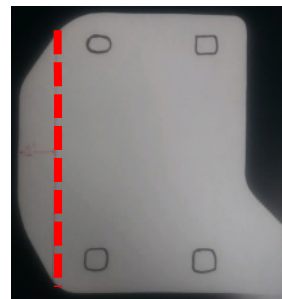
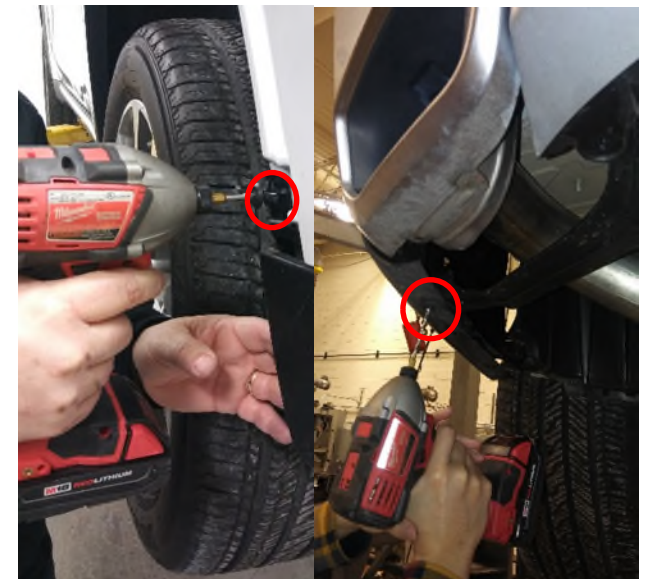

Figure 4
Figure 2
3. **Enlever le carénage de pare-chocs arrière.** (A) Tirer avec soin le moulage de passage de roue vers l'arrière à l'aide d'un écarteur en plastique afin de repérer le rivet en plastique (1 de chaque côté). (B) Utiliser la perceuse pour retirer 2 rivets en plastique (chaque côté) de la moulure de passage de roue en plastique et du carénage (voir Figure 2). Les rivets ne peuvent pas être réutilisés. Des rivets de rechange sont fournis. Pour retirer le rivet, insérer un petit pointeau ou un foret dans le centre pour enfoncer le rivet. (C) Utiliser une douille 8 mm pour retirer seize (16) vis dans le bas du carénage, huit (8) de chaque côté. Cela aura pour effet de dégager 3 pièces de garniture en plastique, les mettre de côté pour plus tard. (D) Retirer 4 rivets poussoirs dans la zone supérieure du carénage (située sous le hayon, voir la Figure 3). On peut alors dégager deux pièces de garniture. (E) Enlever les réflecteurs à l'aide d'écarteurs en plastique. (F) Commencer par retirer le carénage avec soin à l'aide d'écarteurs en plastique. Détacher le câblage électrique côté passager et enlever le carénage.
4. **Abaisser l'échappement et débrancher le câblage du capteur :** Utiliser une douille 13 mm pour retirer deux (2) écrous de l'échappement, un (1) de chaque côté. Débrancher ensuite le câblage du capteur de recul et du capteur mains libres (non illustré). Abaisser le hayon pour accéder aux fixations de montage supérieures.
5. Enlever la poutre de pare-chocs à l'aide d'une douille profonde 18 mm pour retirer huit (8) écrous M12, quatre (4) de chaque côté. Placer la poutre de pare-chocs sur le côté. Conserver les écrous pour l'installation de l'attelage.
6. Découper la plaque de montage de la poutre de pare-chocs sur 1 po (voir la Figure 4). Répéter cette manœuvre du côté opposé.